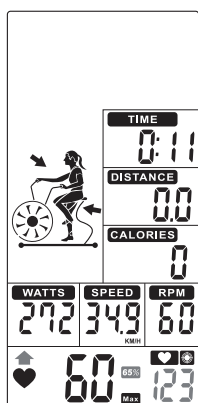

FIGURA 47
- Cuando la frecuencia cardíaca desciende por debajo del 65%, los valores ↑ y 65% parpadearán. Sonará una alerta audible cada 10s hasta que la frecuencia cardíaca del usuario alcance más del 65% (Figura 47).